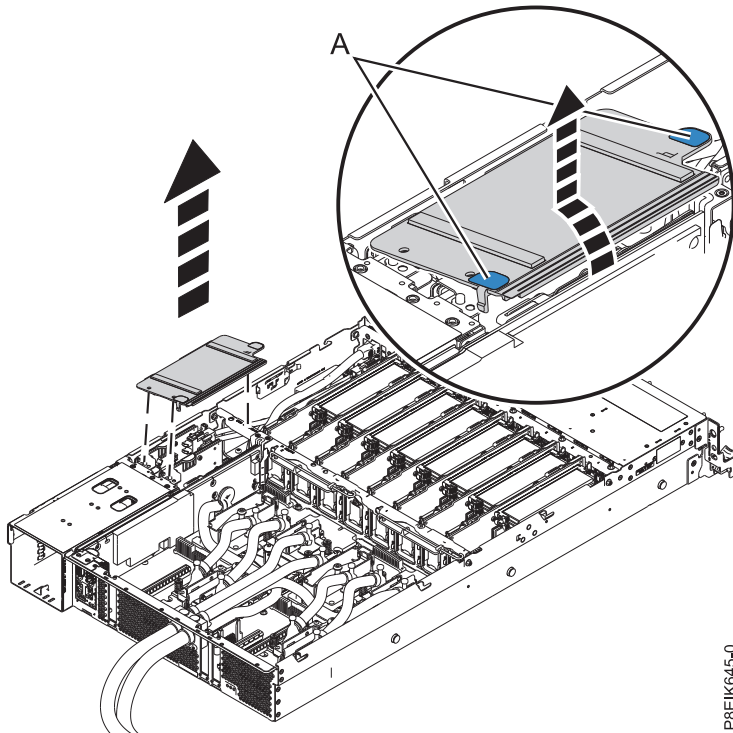

Figure 142. Retrait du déflecteur d'air du connecteur de bus d'alimentation
2. Retirez le déflecteur d'air du connecteur de bus d'alimentation. Libérez-le en agissant sur les languettes bleues **(A)** et tirez-le hors du système. Voir figure 142, à la page 126.